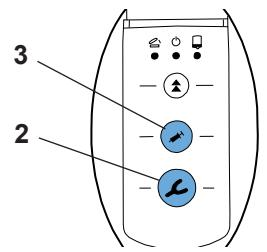

Рис. 8
- Если оператор нажимает одну из кнопок подачи (ложка оттиска (2, Рис.8) или дозатор (3, Рис. 8) без выбора программы смещивания, программа  будет активирована автоматически. Светодиод рядом с кнопкой  начнет мигать снова.